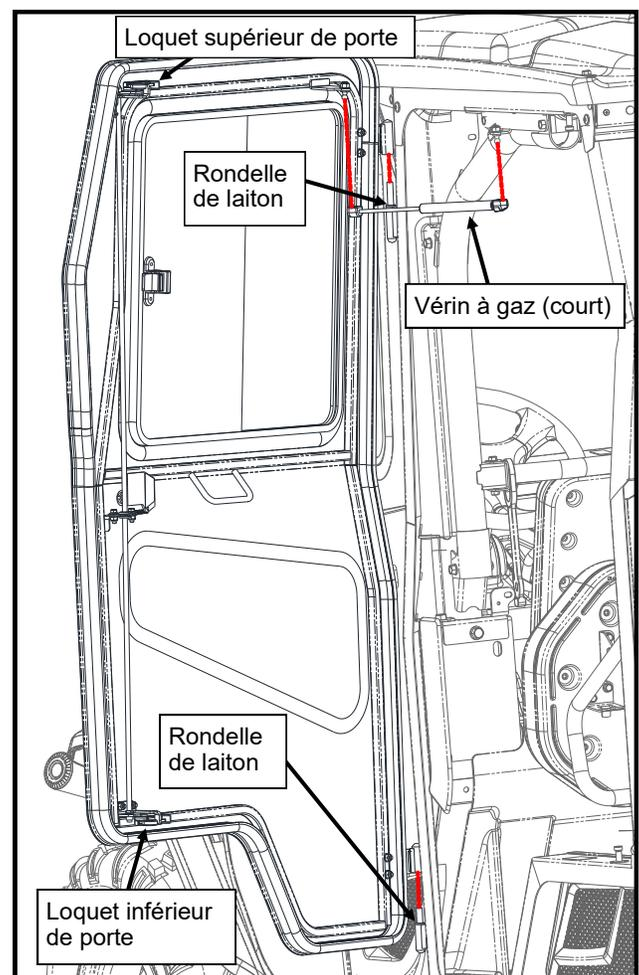

Figure 12.1 : Installation des portes arrière (côté conducteur illustré)
- 12.1 Poser un total de (4) rondelles en laiton sur les axes de charnière soudés sur les pieds milieux, une rondelle par axe (voir Figure 12.1).
- 12.3 En maintenant la porte perpendiculaire au véhicule, abaisser les douilles de charnière de porte sur les axes du véhicule (voir Figure 12.1).
- 13.7 Ouvrir la porte à un angle légèrement inférieur à 90°. Poser la paire de vérins à gaz la plus courte sur la porte arrière et les pivots à rotule de longeron latéral arrière avec le côté à décrochage rapide et languette rouge sur le longeron latéral (voir Figure 12.1).